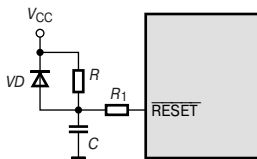

Рис. 4.6. Вариант схемы сброса (задержка сигнала \overline{RESET} относительно V_{CC})
Для управления выводом \overline{RESET} можно рекомендовать схему, представленную на Рис. 4.6. Разумеется, можно также использовать и специализированную схему слежения за напряжением питания, функционирующую подобным образом.
В предложенной схеме (Рис. 4.6) задержка между сигналами \overline{RESET} и V_{DD} определяется постоянной времени заряда конденсатора (RC). Сопротивление резистора R не превышает 40 кОм. Диод VD служит для быстрого